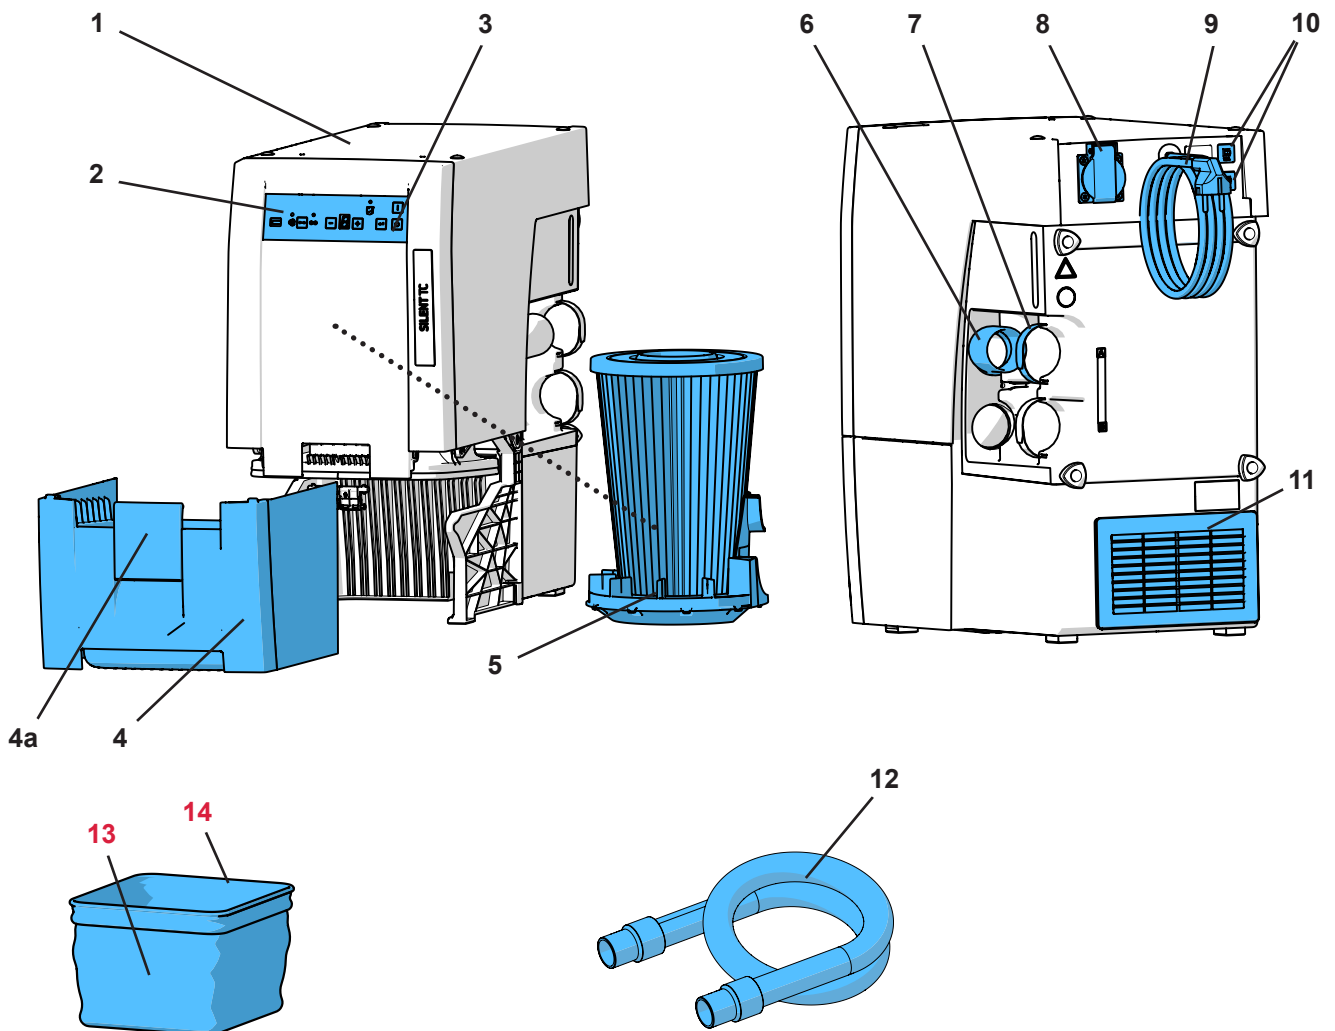

Abb. 1
- der Abluftaustritt (11, Abb. 1) nicht behindert wird.
- Externe Ablufführung (A) (siehe Kap. 4.6).
- Öffnung in Schrankrückwand (B), min. 250 x 120 mm, direkt gegenüber dem Abluftaustritt (11, Abb. 1).
- Rückwand des Schanks entfernen (C), Abstand der Schrankrückseite zur Wand min. 50 mm.
- ⇒ Netzkabel (9, Abb. 1) entrollen und Netzstecker in Steckdose der Gebäudeinstallation einstecken.
Absaugung läuft abhängig von einem an der Gerätesteckdose (8, Abb. 1) angeschlossenen Elektrogerät.